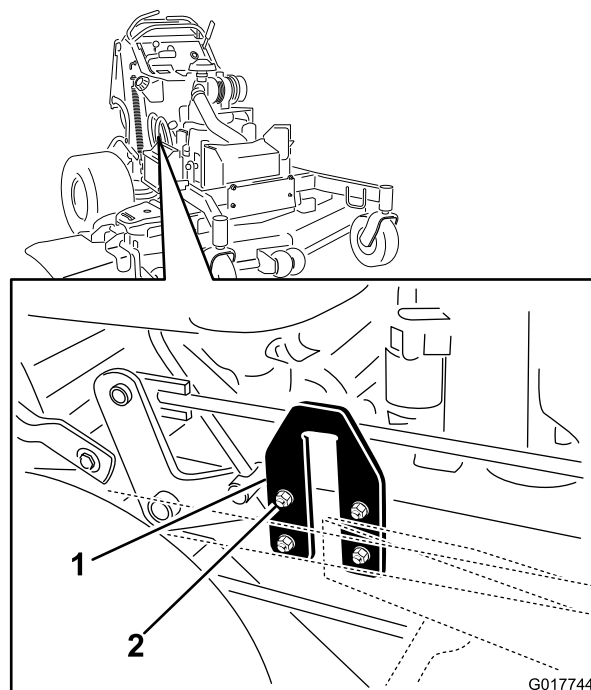

Figura 91
- Localice las chapas con forma de U en los laterales de la carcasa del motor (Figura 91).
- Afloje la chapa en U en un lado y ajústela hacia arriba o hacia abajo hasta que la diferencia entre las medidas **B** y **C** sea de no más de 6 mm (1/4 pulgada), según se muestra en Figura 91.